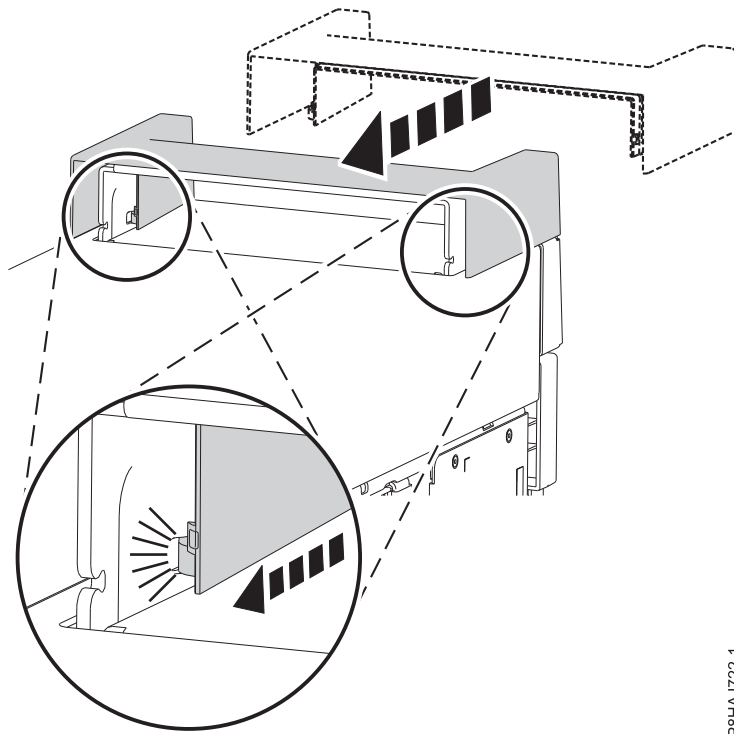

Figure 59. Mise en place de la poignée sur un système autonome 8286-41A
1. Fixez la poignée à la station d'accueil RDX interne (FC EUA3) en la faisant coulisser vers l'arrière du système. Voir figure 59.